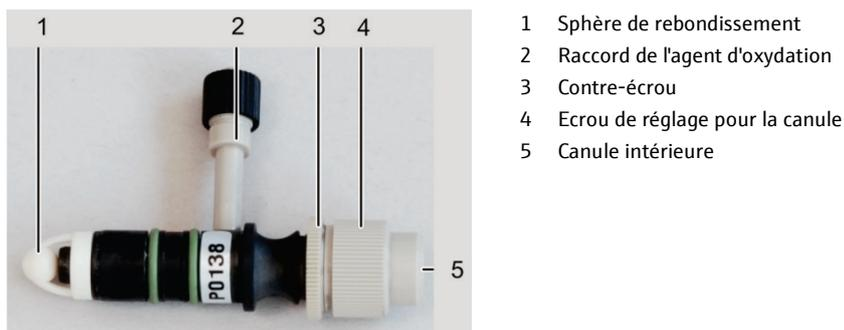

Fig. 65 Pièces du nébuliseur
7. Si la sensibilité n'est pas atteinte, faire le réglage du nébuliseur : desserrer le contre-écrou (3, Fig. 65). Effectuer le réglage en profondeur de la canule à l'aide de l'écrou de réglage (4, Fig. 65).
8. A la fin du réglage, bloquer le réglage avec le contre-écrou (3, Fig. 65).